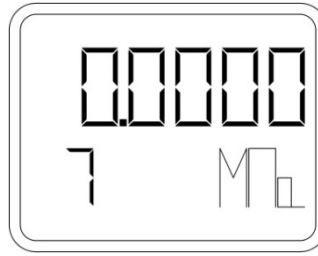

Рисунок 25 – Установка нуля
- При помощи кнопки «S» зайти в пункт меню 7 (рисунок 25).